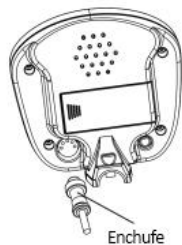

Figura 5
5. Envolver el cable del disco de sonda alrededor de la varilla de aluminio, mantener una tensión ajustada para evitar que se sacuda e inserte el enchufe del cable en la toma inferior derecha de la caja de control, alinear con la muesca e insértarlo hasta el final (consulte la figura 5). Atención, no arrancar el cable, sino el enchufe.